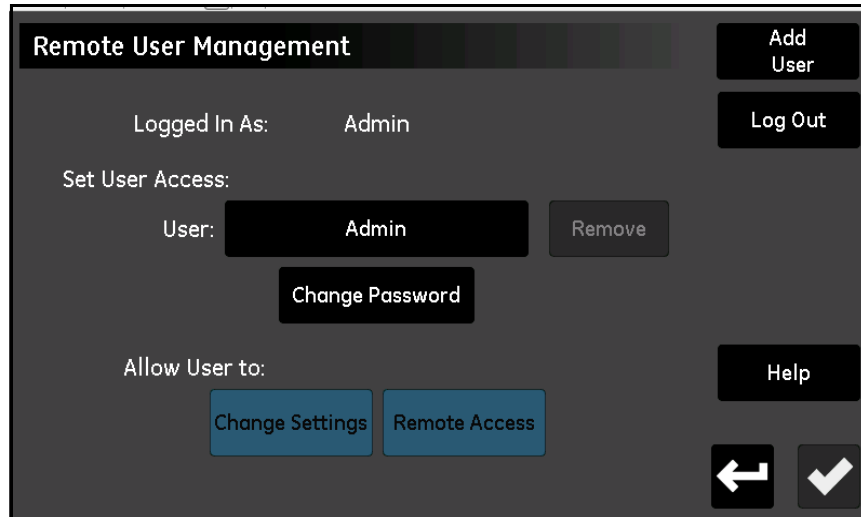

Figure 71: Écran Gestion utilisateurs Web
Saisissez votre mot de passe et touchez **Connexion**. Lorsque la connexion est établie avec succès, l'écran *Gestion utilisateurs Web* s'affiche (voir *Figure 71* ci-dessous).
Le mot de passe **Opérateur** doit être modifié dès que possible. Les étapes pour modifier le mot de passe **Opérateur** sont les mêmes que celles qu'il faut exécuter pour modifier le mot de passe **Admin** (voir section précédente). Sélectionnez le compte **Opérateur** à l'écran *Gestion utilisateurs Web* (voir *Figure 71 on page 77*), puis saisissez et confirmez le nouveau mot de passe.
4. Touchez **Connexion** pour ouvrir l'écran *Gestion utilisateurs distants* (voir *Figure 71 on page 77*).